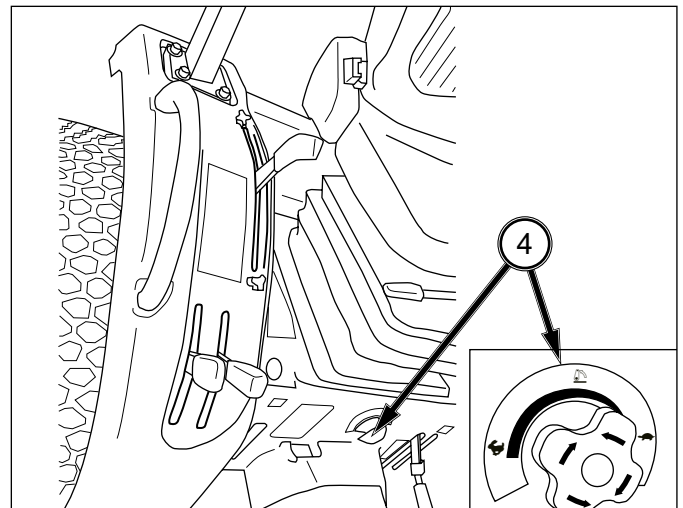

FIG. 5-38
FIG. 5-38: Vous pouvez régler à nouveau la vitesse d'abaissement avec la poignée de réglage de vitesse (4). En tournant la poignée complètement dans le sens horaire, les bras ne peuvent pas être abaissés.